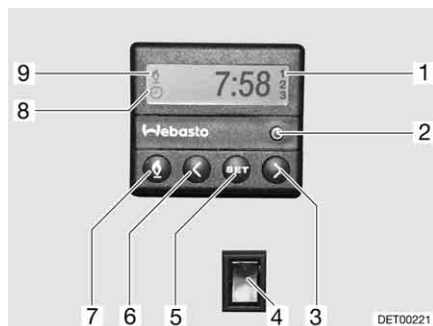

Fig. 142 Centralina di controllo per riscaldamento fisso
- Premere il tasto (Fig. 142,7). Il funzionamento del riscaldamento viene indicato con il simbolo (Fig. 142,9). La ventola viene inserita solo quando la temperatura dell'acqua di raffreddamento è pari a 30 °C.
- Premere il tasto (Fig. 142,7). Il simbolo (Fig. 142,9) si spegne.
- Premere l'interruttore (Fig. 142,4) in basso. Il motore viene preriscaldato. La ventola viene inserita immediatamente.
- Premere l'interruttore (Fig. 142,4) in alto. Il motore rimane freddo.
- Premere il tasto (Fig. 142,2). L'impostazione dell'ora viene indicata con il simbolo (Fig. 142,8).
- Impostare l'ora con i tasti (Fig. 142,3 e 6).
- Premere il tasto (Fig. 142,5).
- Impostare l'orario di accensione con i tasti (Fig. 142,3 e 6) entro 10 secondi.
- Premere il tasto (Fig. 142,5) fino a che nel display (Fig. 142,1) non appare il numero di programmazione desiderato.